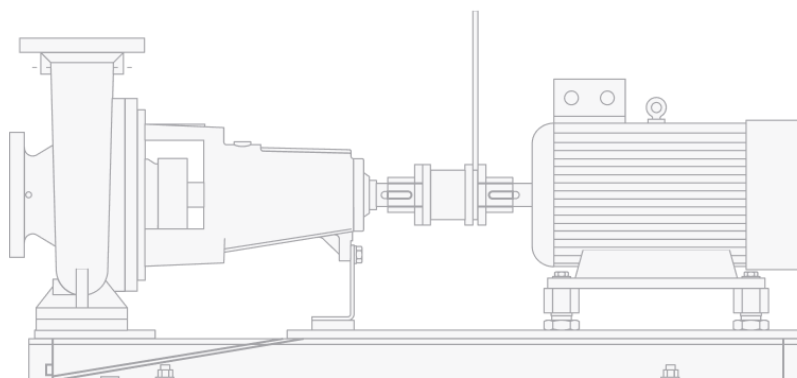

Рисунок 82 – Блок «Схема оборудования»
- схема оборудования (Рисунок 82);